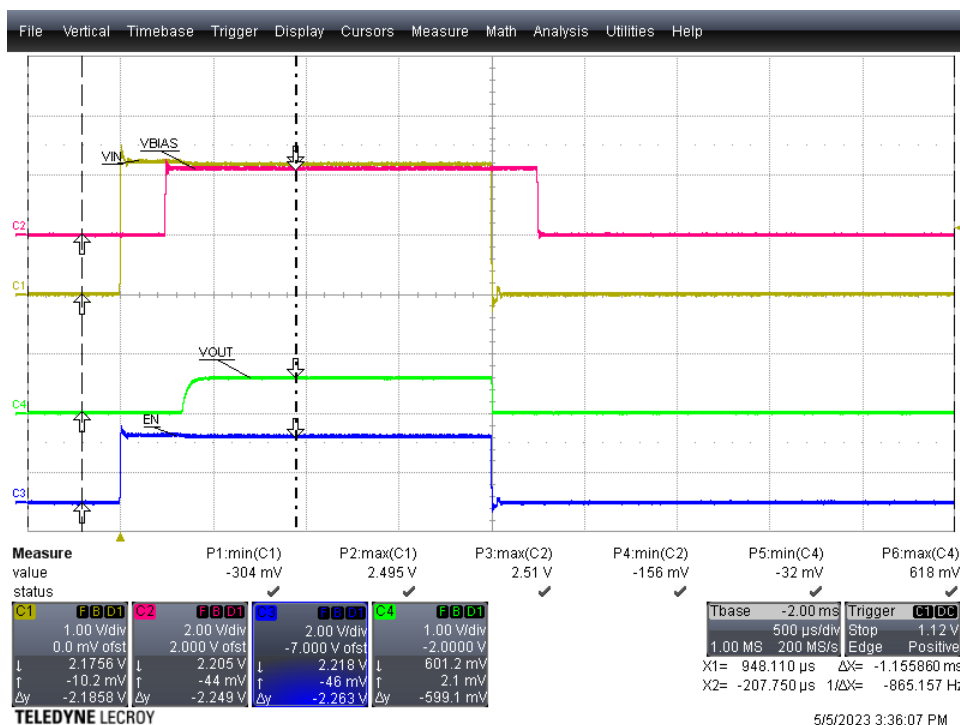

图 2-1. TPS7A15EVM-096 导通
或者，通过将外部函数发生器连接到 TP1 (EN) 和附近的 GND 接线柱 (J11)，用户可以在施加 VIN 后启用或禁用 TPS7A15 LDO。图 2-1 展示了 TPS7A15EVM-096 在导通期间的结果。蓝色迹线是使能电压，红色迹线是输出电压。